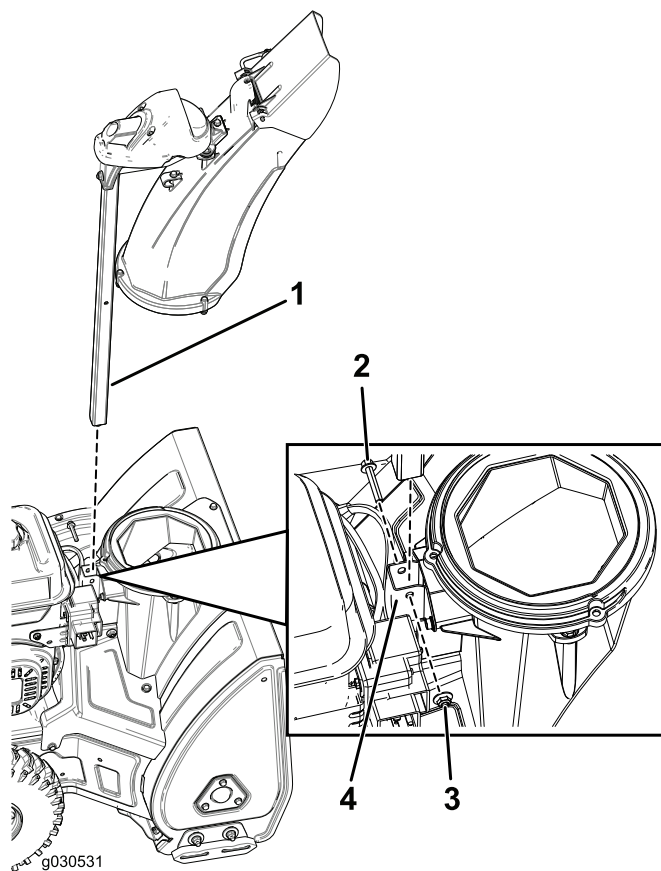

Рисунок 4
1. Вставьте стойку желоба в кронштейн в основании машины и закрепите его болтом и контргайкой (Рисунок 4).